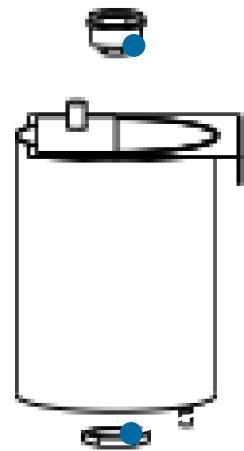

Figure 8 · Desserrez l'écrou et remplacez la lampe LED UV
4. Desserrez l'écrou de la lampe LED UV par le dessous avec une clé à molette, débranchez le connecteur de la lampe et retirez l'ancienne lampe LED UV (figure 8).